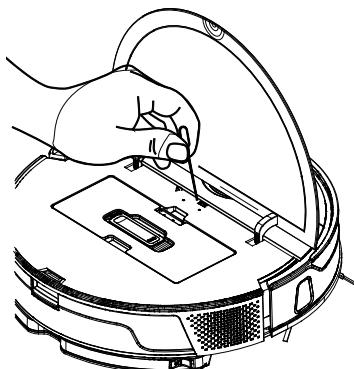

Fig. 7
- Maintenez simultanément les touches Marche/arrêt  et Home  enfoncées pendant quelques secondes pour passer l'aspirateur robot sur le mode de couplage (**voir fig. 7**).